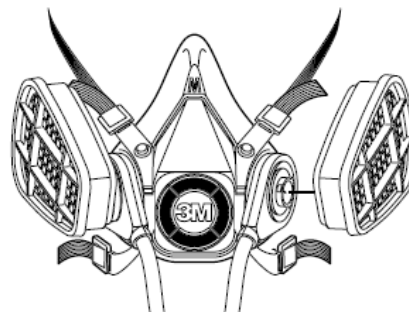

Fig. 11
3. Selecione o cartucho e/ou filtro que atenda suas necessidades de proteção respiratória, e conecte-o às baionetas externas da traqueia dupla combinada 3M SA-2600. (Fig. 11)